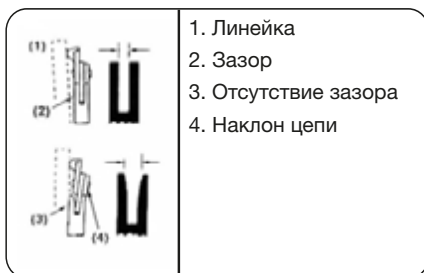

Рис. 20
- Направляющая должна всегда иметь перпендикулярный профиль. Проверить целостность направляющей. Приложить между направляющей и наружной поверхностью резца линейку. При нормальном состоянии направляющей сохраняется определенный зазор. В случае отсутствия зазора направляющая подлежит замене или ремонту (Рис. 20).